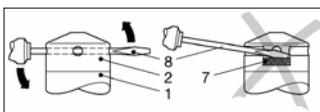

Abb. 2 Abziehen der Schutzkappe
2. Halten Sie mit einer Hand die Sonde am Sondenteil (Abb.2 - 1) fest.
3. Ziehen Sie mit der anderen Hand die Schutzkappe (Abb.2 - 2) ab.
2. Schieben Sie ein dünnes Werkzeug (Abb.2 - 8), z. B. einen Schraubendreher, gerade durch zwei gegenüberliegende Bohrungen der Schutzkappe (Abb.2 - 2).
**HINWEIS** - Messzelle (Abb.2 - 7) unter der Schutzkappe nicht beschädigen!